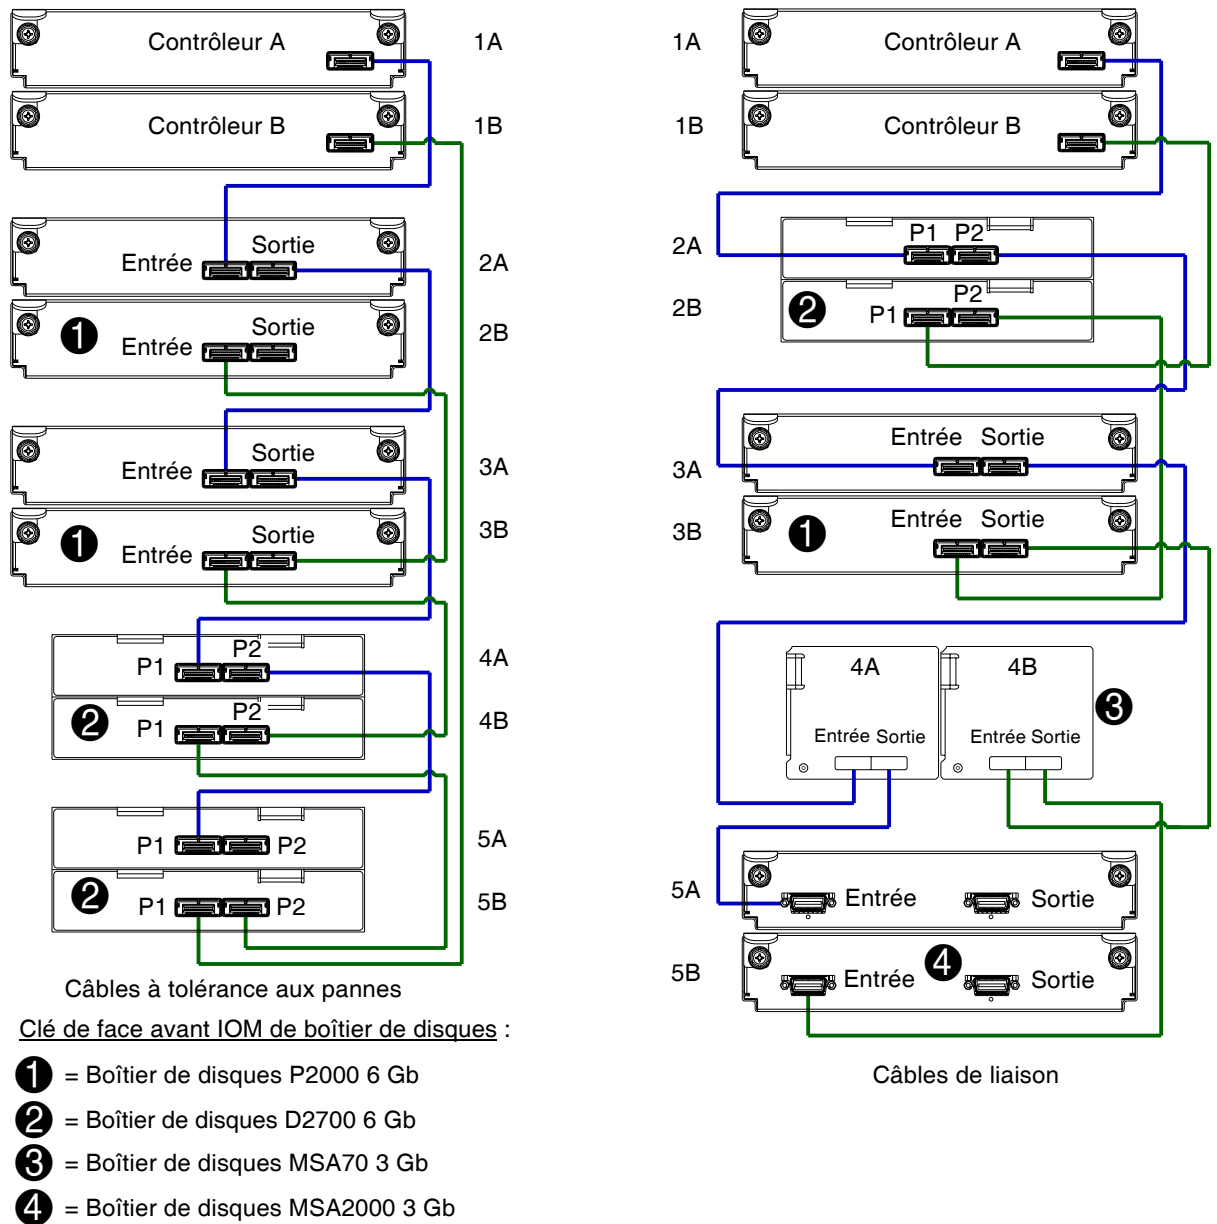

Figure 10 Connexions de câblage entre deux contrôleurs et des boîtiers de disques de type mixte
Les modules de contrôleur P2000 G3 MSA System prennent en charge le câblage de modules d'extension petit et grand facteur de forme à vitesse de connexion SAS 3 Gb et 6 Gb, en mode mixte, comme illustré dans la Figure 10 à la page 33, et comme décrit plus loin dans la section Facteurs supplémentaires de câblage (ci-dessous) ; le Manuel de configuration des câbles de *HP P2000 G3 MSA System* ; et les livres blancs HP (illustrés à la page suivante).
- Pour éviter les restrictions de performance dans un environnement de boîtier de disques de type mixte, câblez les boîtiers de disques 3 Gb après ceux de 6 Gb comme illustré dans la Figure 10 à la page 33. Ne combinez pas les unités de disques 6 Gb et 3 Gb dans le même boîtier.